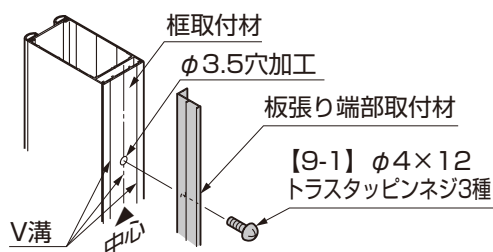

図1-2 板張り端部取付材
- ③板張り端部取付材を框取付材にあてがい、框取付材の中央のV溝にφ3.5の穴加工をしてください。（図1-2参照）
- ④板張り端部取付材を③の加工穴に【9-1】で取付けてください。（図1-2参照）